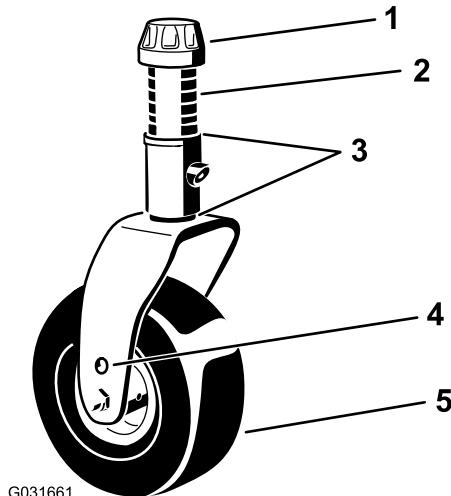
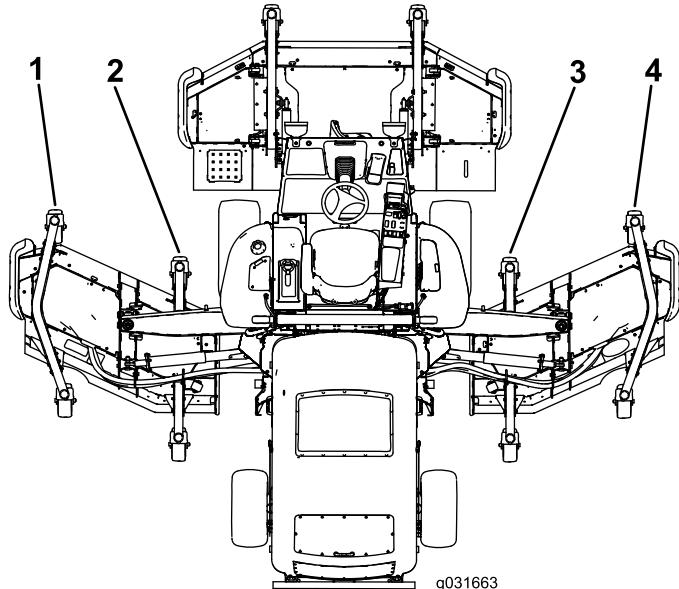

Figura 31
Figura 32
5. Si el borde interior de la carcasa lateral está demasiado alto respecto al borde exterior de la carcasa delantera, retire un suplemento de la parte inferior del brazo interior delantero de la rueda giratoria en la carcasa lateral del cortacésped (Figura 31 y Figura 32).
- 6. Si el borde interior sigue estando demasiado alto, retire otro suplemento de la parte inferior del brazo interior delantero de la rueda giratoria de la carcasa lateral del cortacésped y un suplemento del brazo exterior delantero de la rueda giratoria de la carcasa lateral (Figura 31 y Figura 32).
brazo interior delantero de la rueda giratoria en la carcasa lateral del cortacésped (Figura 31 y Figura 32).